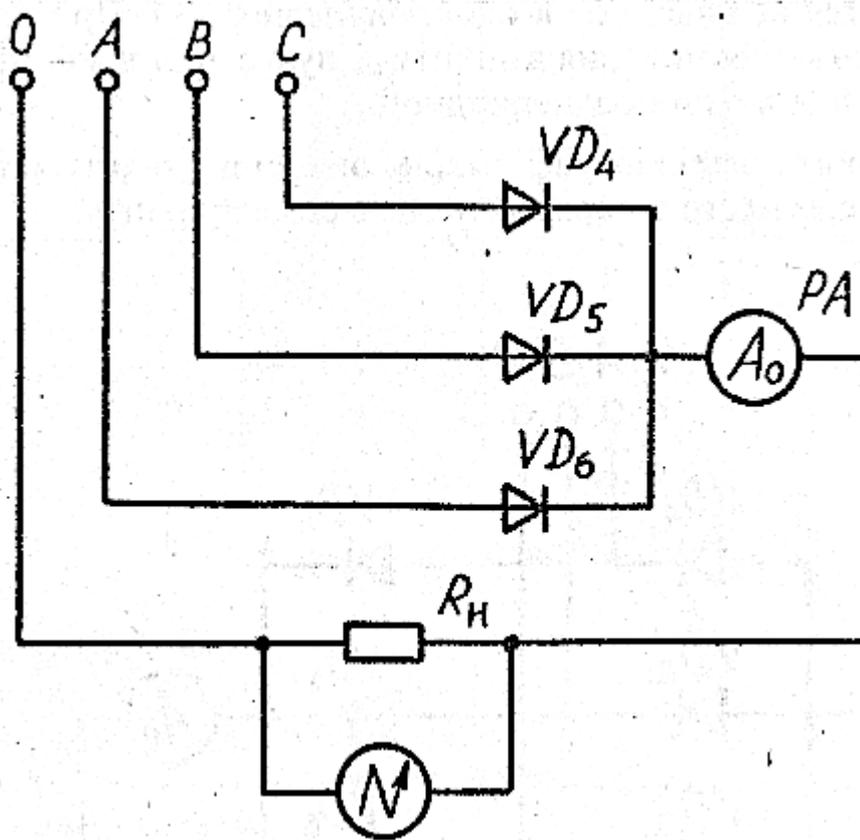

Рис. 3. Схема однополупериодного трехфазного выпрямителя
7. Произвести исследования однополупериодного трехфазного выпрямителя (рис. 3).